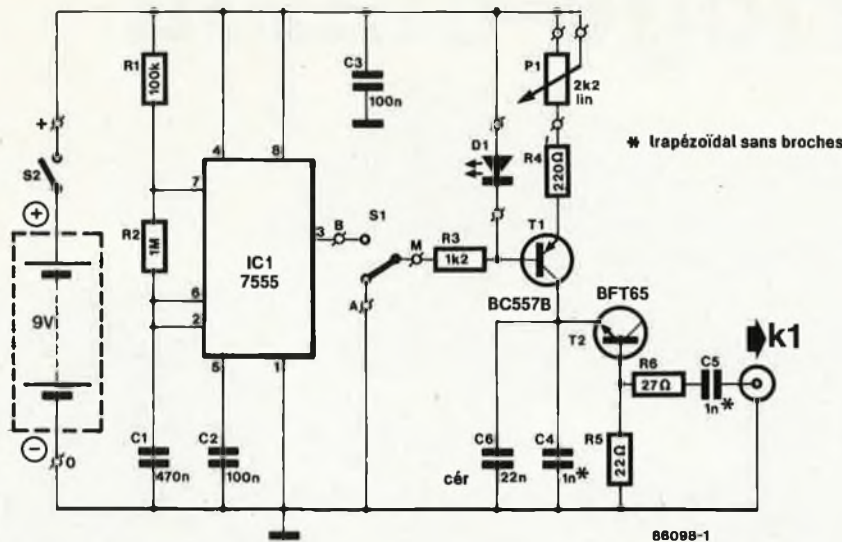

Figure 1. Schéma du générateur de bruit pulsé à large bande.
Nous n'entrerons pas dans la théorie pour expliquer que le bruit à large bande disponible sur K1 est le résultat de l'excitation (apparemment) aléatoire des électrons dans la jonction base—émetteur du transistor SHF T2 (voir **figure 1**). La source de courant qu'est T1 contrôle la quantité de bruit de sortie en agissant sur le courant à travers T2, lequel est monté en diode zener.
teuse de DCF77, ainsi qu'un signal d'erreur E (actif lorsque les conditions de réception deviennent si mauvaises que la PLL du récepteur décroche), et enfin, le signal horaire qui nous intéresse surtout ici. Le code BCD de l'heure et de la date s'étend sur 35 bits (figure 1): 7 pour la minute, 6 pour l'heure, 6 pour le jour, 5 pour le mois, 8 pour l'année, 3 pour le jour de la semaine, 2 pour distinguer l'heure d'hiver de l'heure d'été (Z1 et Z2). Plus 1 bit pour annoncer les changements d'heure d'hiver et d'été (A1), 1 bit pour signaler l'émission par une antenne de réserve (R), 1 bit pour signaler une correction imminente du temps universel coordonné par rapport au temps universel (A2), 1 bit pour marquer le début du code (S), 3 bits de parité (P1, P2 et P3), et enfin le marquage de la première seconde de la minute (M).
Figure 1. Le code binaire de l'heure et de la date exacte est émis toutes les minutes, à raison d'un bit par seconde. Le non-codage de la dernière seconde permet de repérer le début de la minute.